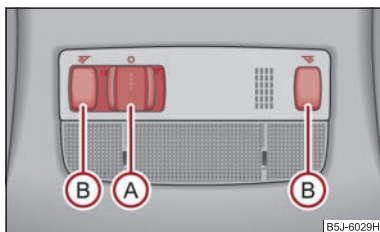

Fig. 39 Imagine din plafon: Iluminarea interioară față
- Apăsați comutatorul (A) spre dreapta în poziția ⇒ fig. 39.
- La variantele fără lampă pentru citit, apăsați întrerupătorul (A) în poziția centrală.
- Apăsați întrerupătorul (B) ⇒ fig. 39, pentru a aprinde sau stinge lumina de citit din dreapta, respectiv din stânga.